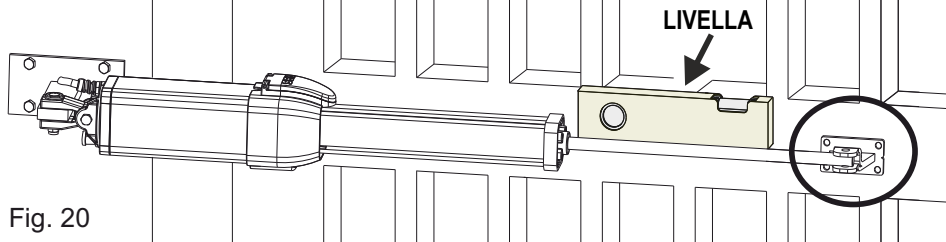
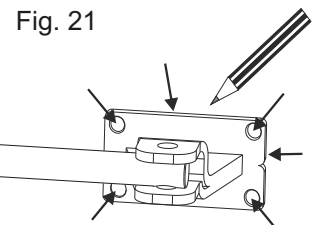

Fig. 20
Fig. 21
- Poggiare sul cancello l'attacco anteriore e posizionare lo stelo nell'alloggiamento - Fig. 20
- Con l'aiuto di una livella - Fig. 20, **assicurarsi che l'operatore si trovi in posizione perfettamente orizzontale**, quindi marcare la posizione e i fori dell'attacco anteriore - Fig. 21